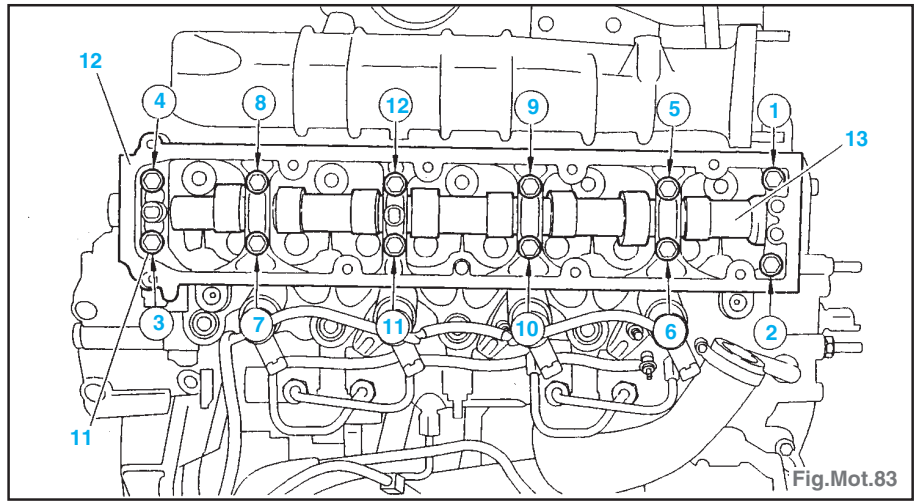

Fig.Mot.83
- Desserrer les vis (11) dans l'ordre de 1 à 12 (Fig.Mot.83).
- Déposer le carter chapeaux de paliers d'AC (12), l'arbre à cames (13) et la bague d'étanchéité.